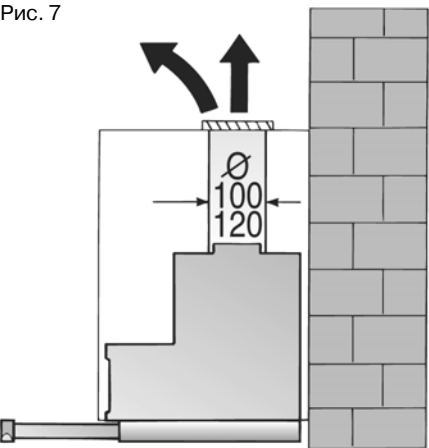

Рис. 8
Эта вытяжка предусмотрена для установки в основной шкаф со следующими размерами (рис. 8):
2. Наметьте на внутренних стенках шкафа справа и слева по две точки – места, где будет крепиться вытяжка (рис. 8).
- ☐ Для того, чтобы наметить места крепления вытяжки, воспользуйтесь прилагаемым шаблоном II (рис. 8).
- ☐ Места крепления вытяжки на шаблоне рассчитаны таким образом, чтобы можно было установить на корпусе планку с ручкой толщиной 20 мм (рис. 8).
Для этого шаблон II соответственно сдвиньте назад (рис. 8).